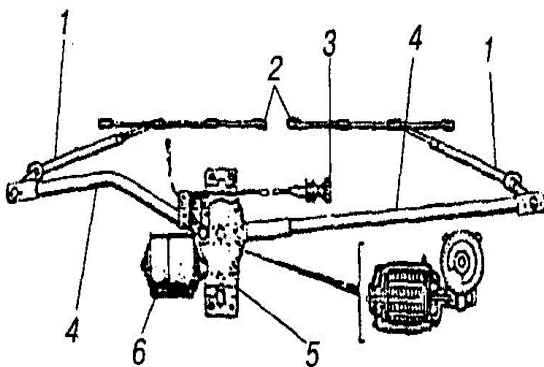

Рис. 5.1. Склоочисник:
3. Перевірити роботу приладів освітлення та сигналізації, звукового стоп-сигналу, склоочисників, системи опалення та вентиляції, миття вітрового скла (рис. 5.1, 5.2, 5.3).